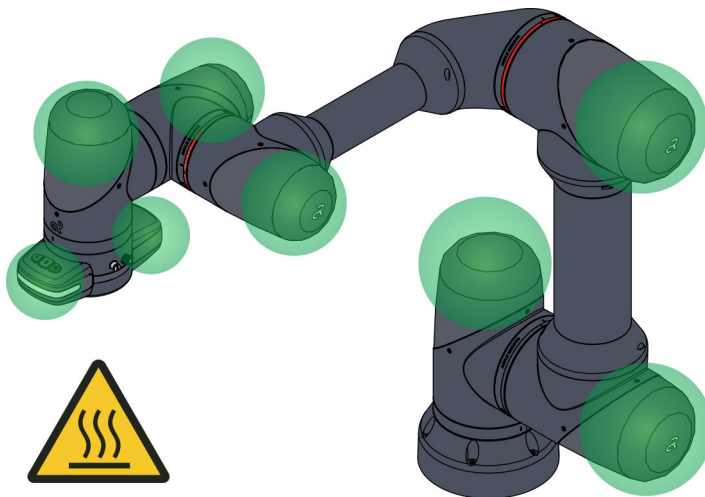

Abb. 59 Berührungspunkte (■) am Roboter
- Den Roboter nur an den Kappen und an dem Medienflansch (Berührungspunkte, Abb. 59) führen und bedienen.